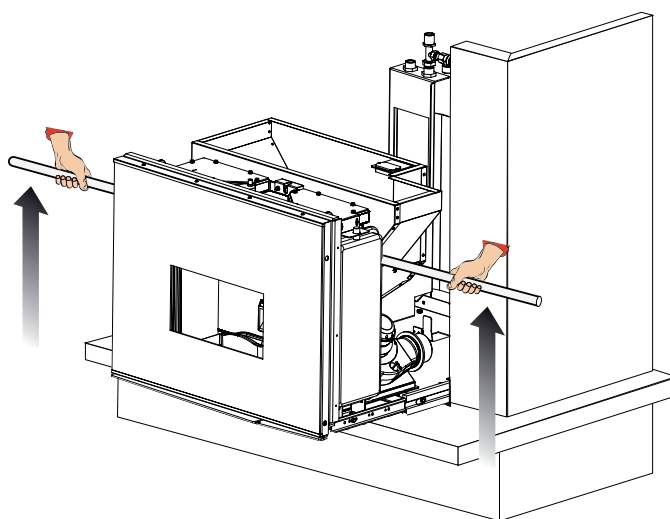

Fig. 6.6
- Den Heizofen in seinen Sitz einführen und sicherstellen, dass das automatische Sperrsystem eingerastet ist (Abb. 6.6).